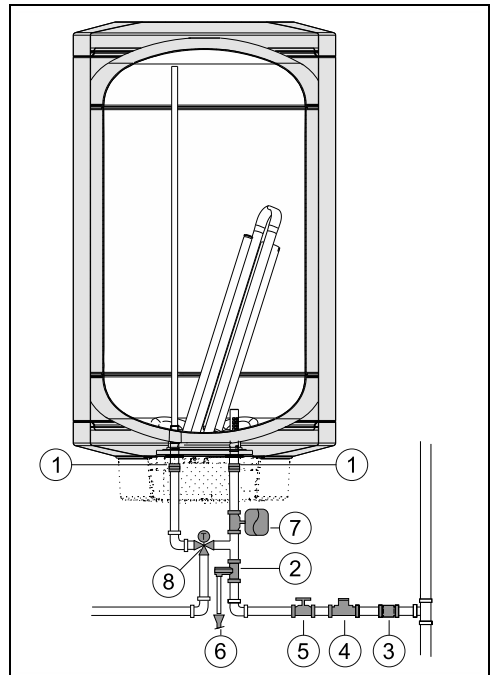

Fig. 13 Toma de agua
- ▶ instalar una válvula de reducción de presión (Fig. 13, [4]). La válvula diferencial se activará siempre que la presión del agua en el aparato sea superior a 8 bar ($\pm 0,5$ bar), en este caso deberá existir la posibilidad de desviar el agua.
- ▶ instalar un vaso de expansión (Fig. 13, [7]) para evitar que la válvula diferencial se abra con tanta frecuencia. El volumen del vaso de expansión debe ser equivalente al 5% del volumen del dispositivo.